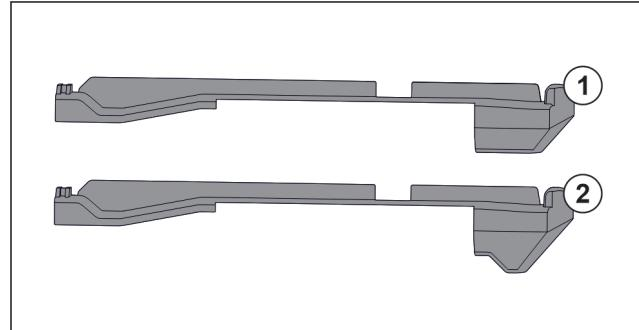

Fig. 125 对比插装件
冰箱中有两种不同的插装件。最底部抽屉上方的插装件 Fig. 125 (2) 有一个三角形的边缘。其他所有的插装件 Fig. 125 (1) 都有一个直的边缘。
- ▶ 将带有三角形边缘的插装件 Fig. 125 (2) 安装在最底部抽屉上方。
- ▶ 将带有直边缘的插装件 Fig. 125 (1) 安装到所有其他的位置上。